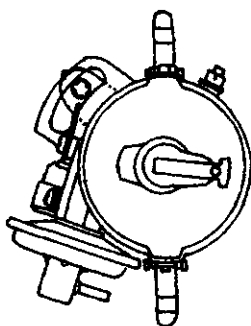
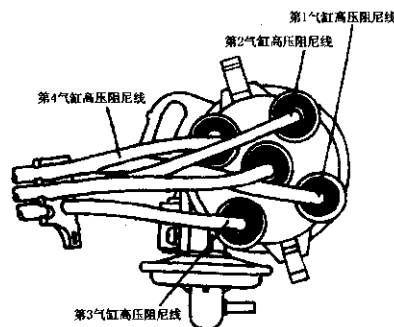

图 4-25 拧松分电器外壳
图 4-26 各缸高压线安装位置
- ⑤各缸高压线有漏电现象。
(2) 排除方法
- ①校正点火正时。
- ②清洁或更换火花塞。
- ③检修断电器触点。
- ④更换电容器。
- ⑤更换高压线。
①拆下分电器盖, 检查断电器触点间隙, 应为 $0.40 \sim 0.45\text{mm}$, 不符合标准时, 予以调整。
②转动曲轴使第一缸活塞位于压缩上止点。飞轮上的标记与飞轮壳标记对齐, 断电器触点刚张开, 点火提前 $7^\circ \sim 10^\circ$, 表明点火正时正确。如果标记没有对齐, 表明点火正时不正确应进行调整。
③拧松分电器固定螺栓, 如图 4-25 所示。旋转分电器外壳。顺时针方向旋转外壳时点火正时延迟, 逆时针方向旋转外壳时点火正时提前。按点火顺序 1—3—4—2 插好各缸缸高压线, 如图 4-26 所示。
④调整好点火正时后, 将分电器固定螺栓拧紧。还应验证点火正时是否有变化, 如有变化应按上述步骤重新调整。